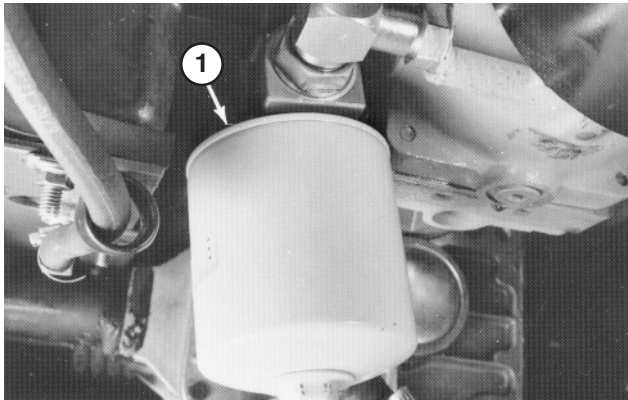

Bild 71
1. Reinigen Sie den Bereich um den Hydraulikölfilter. Nehmen Sie den Filter von der Fassung ab (Bild 71) und reinigen Sie die Filterbefestigungsfläche.